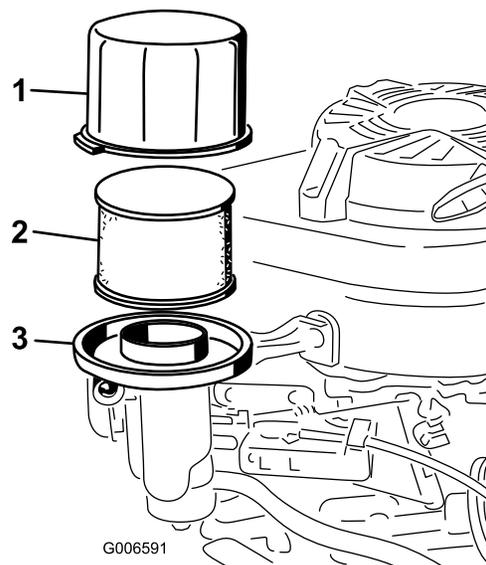

Рисунок 25
3. Снимите крышку и тщательно очистите ее (Рисунок 25).
4. Снимите фильтр предварительной очистки из вспененного материала с бумажного фильтра (Рисунок 25) и замените бумажный фильтр, если он сильно загрязнен.